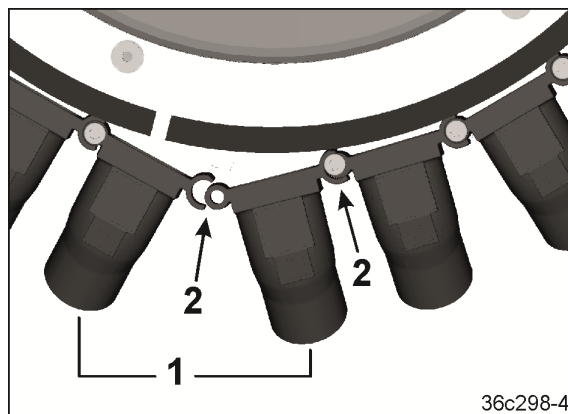

Рис. 219
4. Немного повернуть 3 свободных сегмента (Рис. 219/1) до отсоединения зажима (Рис. 219/2).